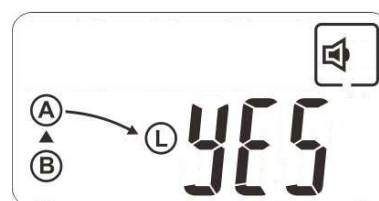

Fig. 9. Écran de demande de confirmation de transfert.
- Appuyez et maintenez appuyée la touche **(b)** du panneau de commande pendant au moins 2 secondes jusqu'à ce que vous entendiez deux bips courts. L'écran affichera l'illustration de la Fig. 9. Pour confirmer le transfert, appuyez une nouvelle fois, pendant au moins deux secondes, sur la touche **(b)** du panneau de commande. Le système commutera sur « ENTRÉE B » l'alimentation de la charge, à condition que la tension et/ou la fréquence soient